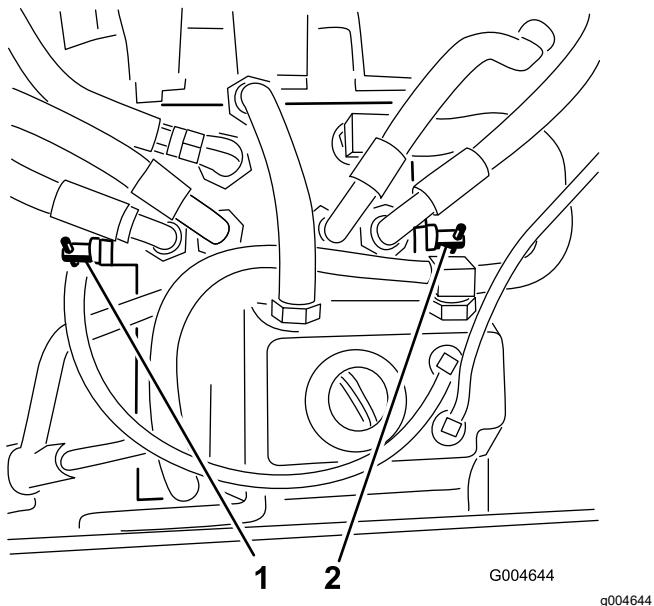

Figura 33
4. Gire las válvulas de desvío una vuelta en sentido antihorario para liberar el sistema; gire las válvulas de desvío en sentido horario para restablecer el sistema (Figura 33).